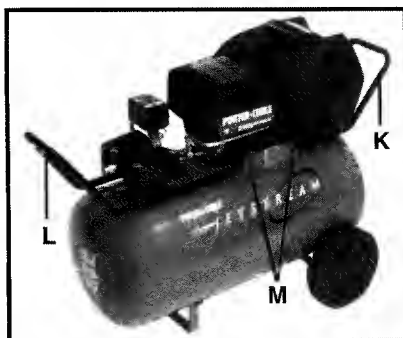

Fig. 5
1. Référez-vous à la Fig. 5. Placez les bras de la poignée (L) à l'intérieur de l'étrier du compresseur. Alignez les trous dans les bras de la poignée avec ceux de l'étrier. Mettez les bras du porte-tuyaux (K) à l'intérieur des bras de la poignée. Alignez les trous du porte-tuyaux avec ceux de la poignée et de l'étrier. À l'aide d'une clé de 3/8 po, fixez la poignée et le porte-tuyaux en utilisant les 4 vis fournies (deux vis (M) de chaque côté de l'étrier).